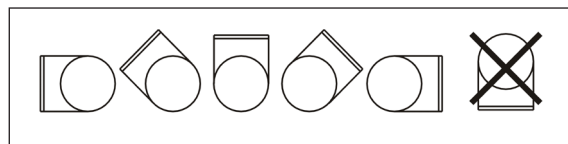

fig. 2
3. Monteer de verwarmers in een horizontaal of verticaal kanaal in een toegestane montagepositie volgens afb. 2.